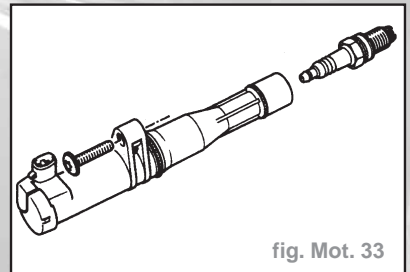

fig. Mot. 33
- La bobine (2) a un connecteur électrique de couleur noire. Elle provoque simultanément l'étincelle sur les cylindres 1 et 4. Elle est commandée par la voie 28 du calculateur d'injection.
- La bobine (3) a un connecteur électrique de couleur grise. Elle provoque simultanément l'étincelle sur les cylindres 2 et 3. Elle est commandée par la voie 29 du calculateur d'injection.
- Les bobines d'allumage sont au nombre de quatre et sont fixées directement sur la bougie par l'intermédiaire de vis sur le couvre-culasse (fig. Mot. 33).